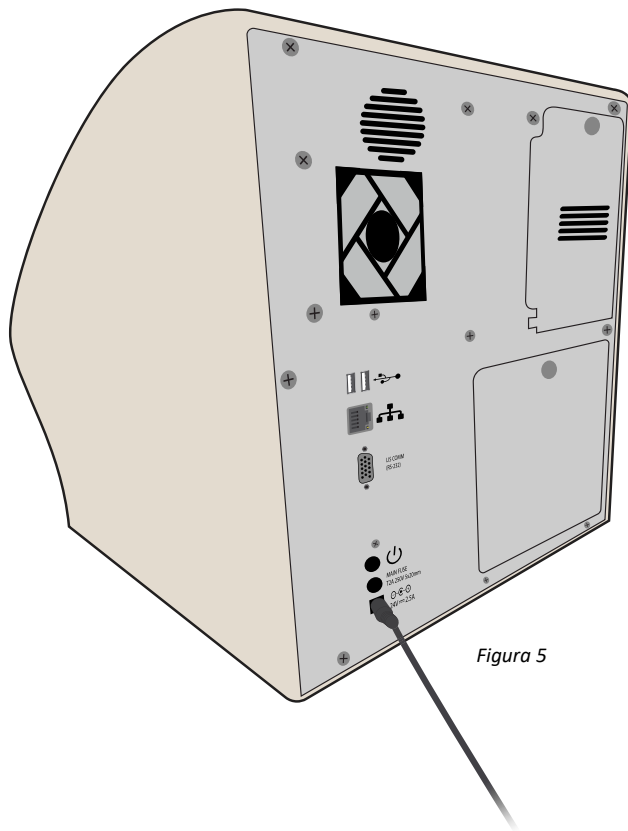

Figura 5
3. Insira o cabo do adaptador de energia na porta de conexão de energia localizada no painel traseiro do instrumento (Figura 5).